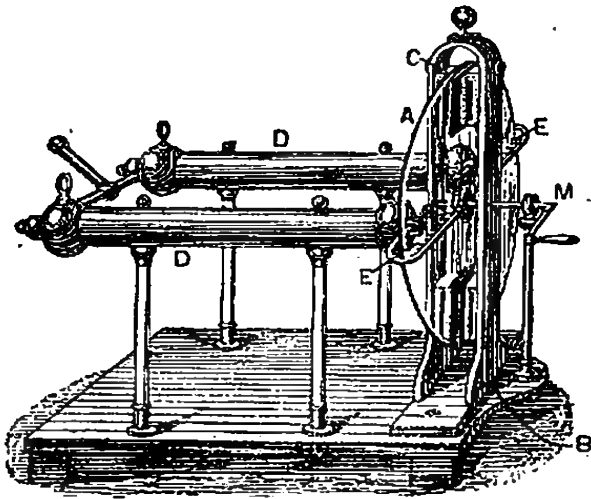

Fig. 548. — Machine électrique de Ramsden.
1. Production de l'électricité. — L'électricité obtenue en frottant un bâton de verre ou d'ambre jaune est en très petite quantité. On en produit en abondance en se servant de *machines électriques* (fig. 548) et de *piles électriques*.
2. Les machines électriques. — Il existe diverses sortes de machines électriques. L'une des plus anciennes, la machine de *Ramsden* (fig. 548), se compose : 1° d'un **plateau de verre** que l'on fait tourner à frottement entre des coussins ; 2° de deux cylindres métalliques D, appelés *conducteurs*, isolés par des pieds de verre. Ces conducteurs portent deux pièces métalliques E, en forme de fer à cheval, garnies à l'intérieur de pointes qui aboutissent à une faible distance du plateau de verre.